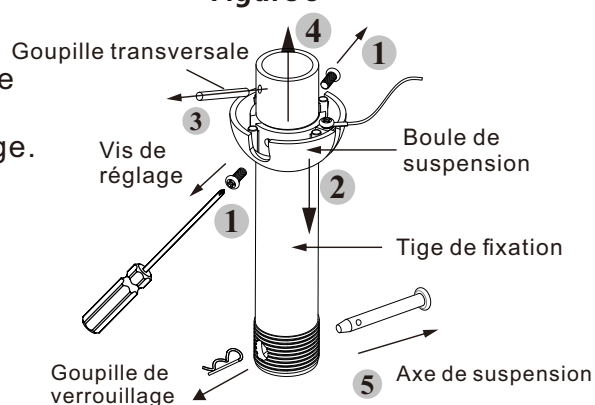

Figure 10
b. Retirer la goupille de suspension et la goupille de verrouillage de la tige de montage, puis desserrer les vis de fixation du raccord (voir fig. 10).